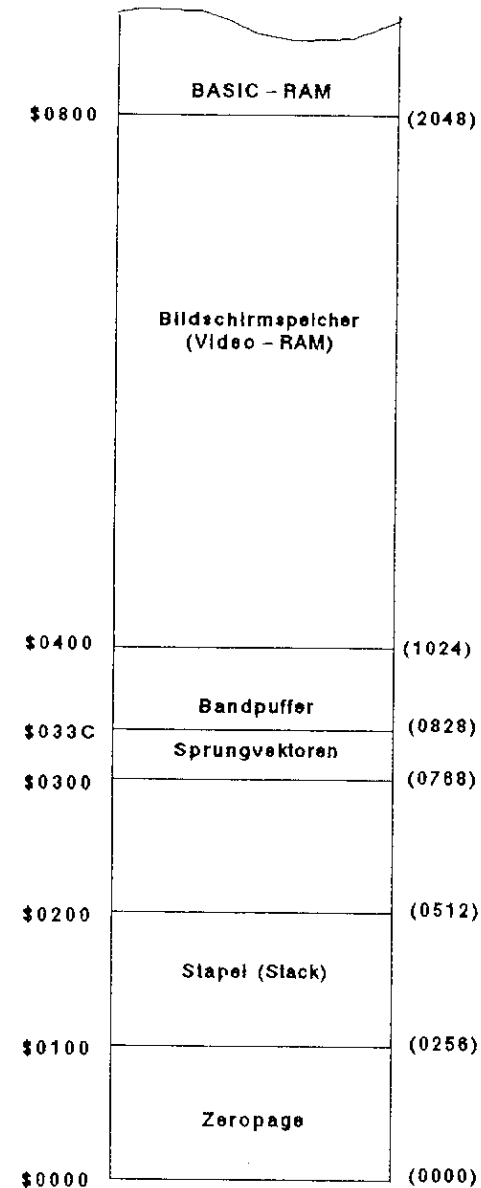

Abb. 3.1.1: Unterer Speicherbereich des C64
Das Problem besteht nun darin, den Inhalt des Tastaturpuffers und dessen Zähler zusammen mit dem Hauptprogramm abzuspeichern, so daß die Inhalte nach jedem Laden vorhanden sind, um den Autostart auszuführen. Schauen wir uns dazu die Abbildung 3.1.1 an, in der der untere Speicherbereich des C64 abgebildet ist. Wie dort zu sehen ist, beginnt das BASIC-RAM ab \$0800 (2048). Da in der Speicherzelle \$0800 (2048) immer \$00 steht, werden alle BASIC-Programme ab \$0801 (2049) geladen und auch abgespeichert. Bestimmt wird die Anfangs- und Endadresse von BASIC-Programmen durch Vektoren in der Zeropage. Die Anfangsadresse ist in \$2B/\$2C (43/44) und die Endadresse in \$2D/\$2E (45/46) im LOW- und HIGH-Byte-Format abgelegt. LOW- und HIGH-Byte-Format bedeutet hierbei, daß zuerst das LOW-Byte und dann erst das HIGH-Byte abgespeichert wird. Die BASIC-Startadresse ist also folgendermaßen abgelegt:
Das Programm befindet sich nun in einer etwas längeren Version auf Diskette und kann mit LOAD "NAME",8,1 geladen werden. Geben Sie aber vor dem Laden bitte NEW oder CLR ein, da sich sonst Probleme mit dem (mitabgespeicherten) Stapel ergeben können. Da wir, wie aus Abbildung 3.1.1 ersichtlich, auch den Bildschirmspeicher mit gespeichert haben, wird der Bildschirm beim Laden überschrieben, und es erscheinen die POKEs und der RUN-Befehl. Zusätzlich zu diesen POKEs können Sie auch noch weitere in die erste Zeile schreiben, bevor Sie das Programm abspeichern. Zum Beispiel wird durch POKE 808,225 der STOP-Vektor so verändert, daß die STOP-Taste nicht mehr abgefragt wird und so ein Anhalten Ihres Programms durch RUN/STOP nicht mehr möglich ist.
Für unseren normalen Autostart bietet sich auch die Eingabewarteschleife (\$0302/0303) an, die fast ständig auf eine Eingabe von der Tastatur wartet. Diesen Vektor kann man nun auf den eigenen Programmanfang stellen, so daß nach dem Laden nicht mehr der Cursor erscheint, sondern direkt ein Programmstart erfolgt. Wie aus Abbildung 3.1.1 ersichtlich, ist es sinnvoll, das Programm in den Kassettenpuffer ab \$033C (828) zu legen, da sonst der Bildschirm mit abgespeichert werden muß.